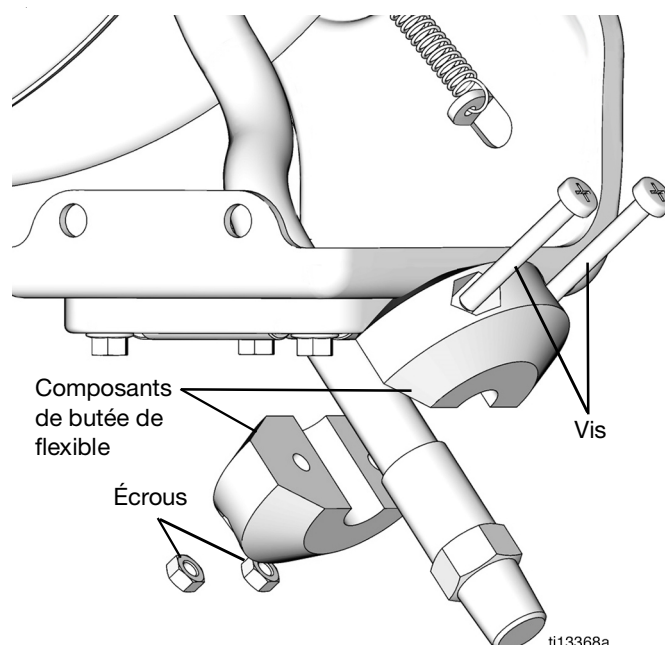

FIG. 25
4. Enlever la butée du flexible de l'extrémité du flexible et conserver toutes les pièces dans un endroit sûr pour les remettre sur le flexible neuf (FIG. 25).
- a. Desserrer et retirer les vis et les écrous (FIG. 25).
- b. Séparer les deux composants de la butée du flexible pour les retirer de l'extrémité du flexible (FIG. 25).
7. Insérer des vis dans la butée du flexible et serrer les écrous à la main pour maintenir la butée en place (FIG. 25).